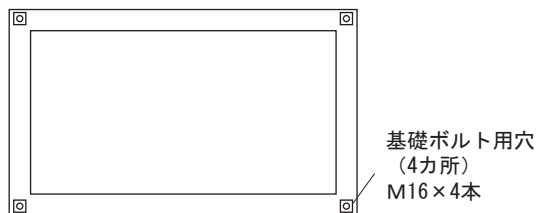

図1 基礎図
- a) ユニットを設置する場合には、コンクリートなどのしっかりした基礎の上に図1、2に示すようにユニットを載せてください。また、基礎は床面より100mm以上高くし、水平度を取ってください。（基礎がしっかりしていませんと、振動発生の原因となります。）